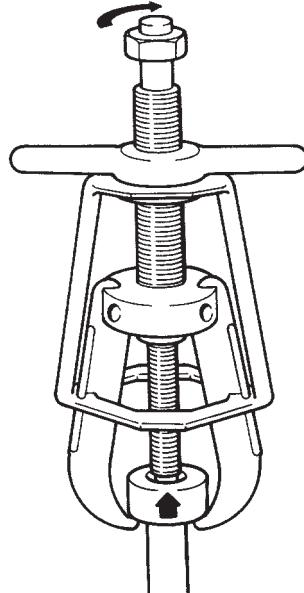

Abbildung 4
6. Sicherstellen, daß die Mittellinie der Abziehvorrangung an der Mittellinie der Welle der abzuziehenden Komponente ausgerichtet ist. Nur Handwerkzeuge verwenden, um den Mittelbolzen so anzuziehen, daß die Komponente von ihrer Welle abgezogen wird. (Siehe Abbildung 4.)